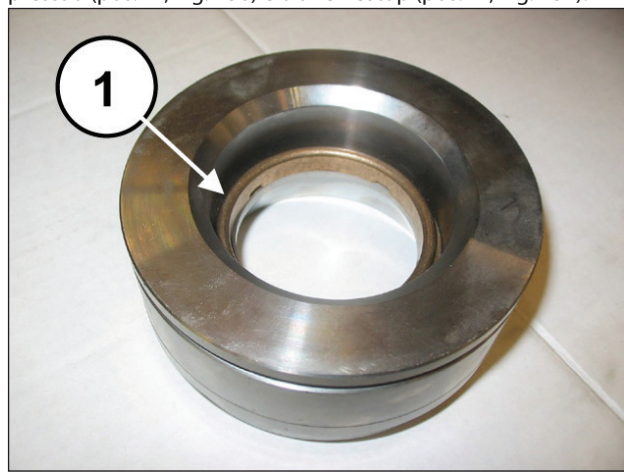

Fig. 135
Monte o anel da cabeça (pos. ①, Fig. 135), a junta de alta pressão (pos. ①, Fig. 136) e o anel restop (pos. ①, Fig. 137).